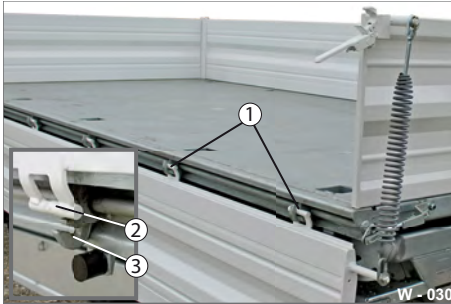

Abb. 30 Bordwände seitlich
- ▶ Säubern Sie die Schmier- / Lagerstellen (Abb. 30/1) mit einem sauberen, trockenen Lappen.
- ▶ Fetten Sie die Verriegelungs-Lappen (Abb. 30/2) und Verriegelung-Haken (Abb. 30/3) ein.